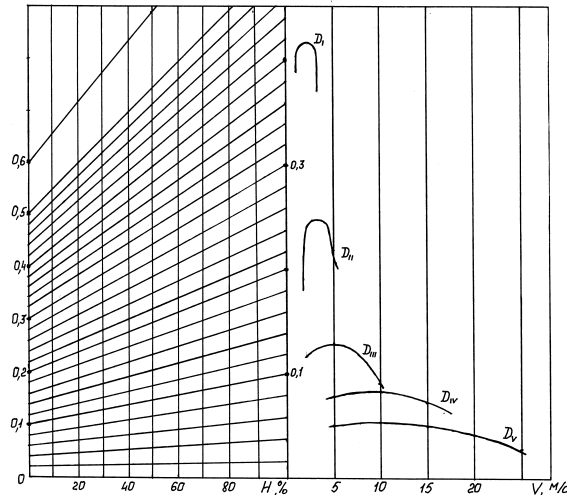

Рисунок 1. Динамическая характеристика с номограммой нагрузок
1. Используя динамическую характеристику с номограммой нагрузок (рис.1), найти мощность на ведущих колесах автомобиля, если автомобиль, полная масса которого 8,2 т, движется равномерно по грунтовой дороге (коэффициент сопротивлений качению 0,03) на подъем  $4^\circ$ . Фактор обтекаемости автомобиля  $3 \text{ Н} \cdot \text{с}^2 / \text{м}^4$ , грузоподъемность 5 т, фактический перевозимый груз составляет 4,5 т.